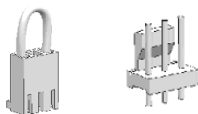

Figure 3.16: Cavaliers
- Déconnectez les filtres RFI de la terre en relevant les cavaliers de leur position par défaut. See Figure 3.16.